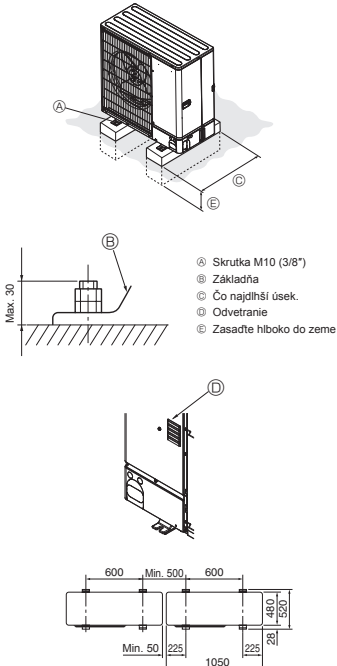

Fig. 3-1
- Aby ste predišli počas prevádzky klepotavým zvukom, jednotku nainštalujte na pevný a rovný povrch. (Fig. 3-1)